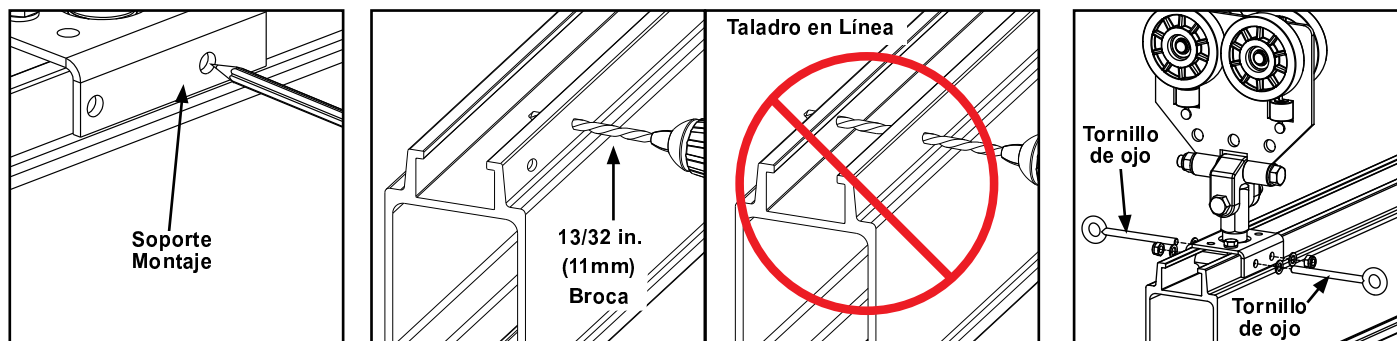

Figura 3-141
- (2) Tornillos de ojo 3/8" x 4 1/2"
Paso 1. Use soporte de montaje de riel como plantilla para marcar riel. Vea Figura 3-141.
Paso 2. Haga dos (2) orificios usando broca 13/32" (11 mm). No trate de hacer orificios en línea. Vea Figura 3-141.
Paso 3. Instale dos (2) 3/8" x 4 1/2" Tornillos de ojo (alternando lados), (4) Arandelas planas y (2) tuercas Nylock M10.